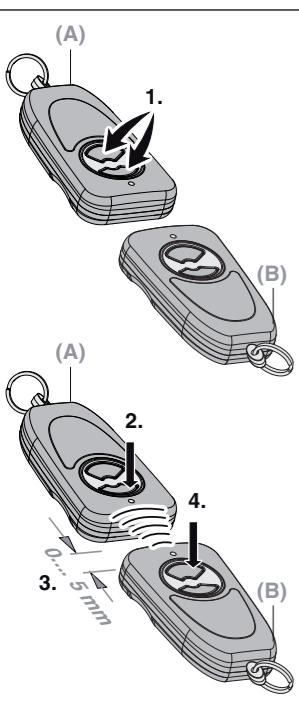

Fig. 3
- Die Taste (2) am Handsender drücken. Die mit der Taste verbundene Funktion (z. B. Tor auf / zu) wird ausgeführt.
4.3 Eine Tastenfunktion kopieren (Fig. 3)
- Appuyez sur la touche (2) de l'émetteur. La fonction liée à cette touche (par exemple ouverture / fermeture de la porte) s'exécute.
4.3 Copie d'une fonction de touche (fig. 3)